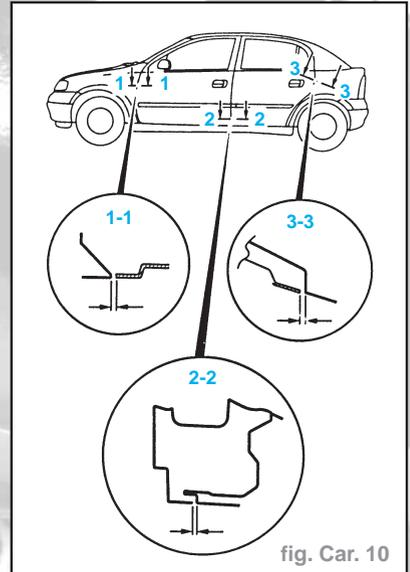

fig. Car. 10
- Respecter les cotes d'écartement (fig. Car. 10).